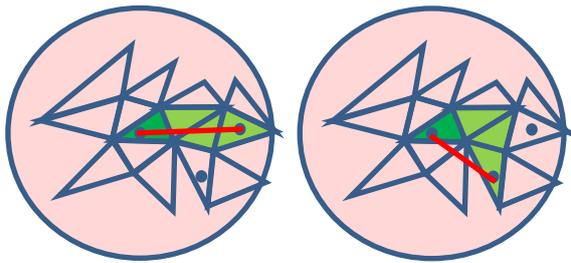

図3. 展開による距離の評価 (左は正しい評価ができる例で, 右は評価ができない例)
a. 近傍点の探索アルゴリズム: ポリゴンは3角形として説明する(図3)。